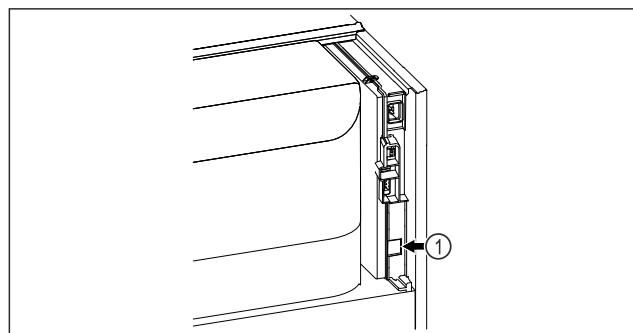

Fig. 109
- SmartModule Fig. 109 (1) è inserito.